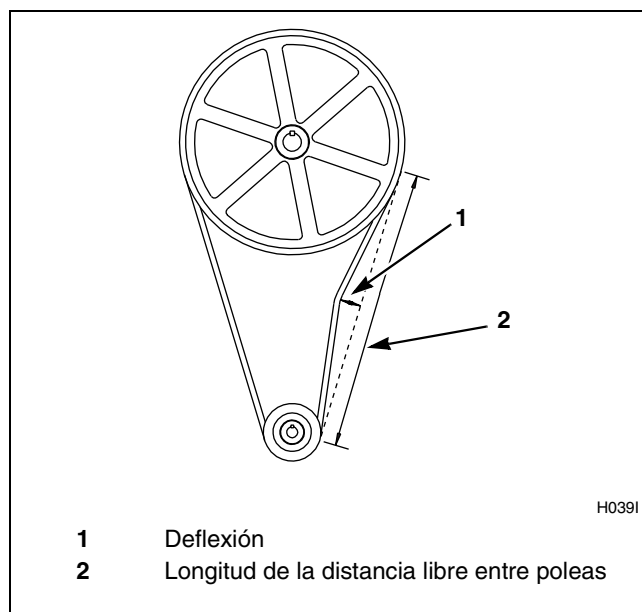

Figura 11
- d. **En modelos de velocidad variable solamente**, verifique que las correas en V tengan la tensión correcta; aplique para ello la fuerza especificada a la correa y mida la deflexión para determinar la tensión de la correa. Consulte la *Tabla 6* siguientes para determinar las gamas de tensión aceptables para las correas. Las mediciones de la tensión de la correa deben tomarse lo más cerca posible del centro de la distancia libre entre las poleas de la correa. Consulte la *Figura 11*.